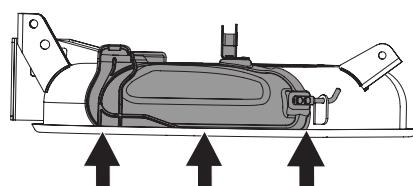

Figure 5
**IMPORTANT :** Assurez-vous que le dessous du bouchon de déchiquetage est bien placé sur le rebord de l'ouverture du plateau de coupe. Voir Figure 5.